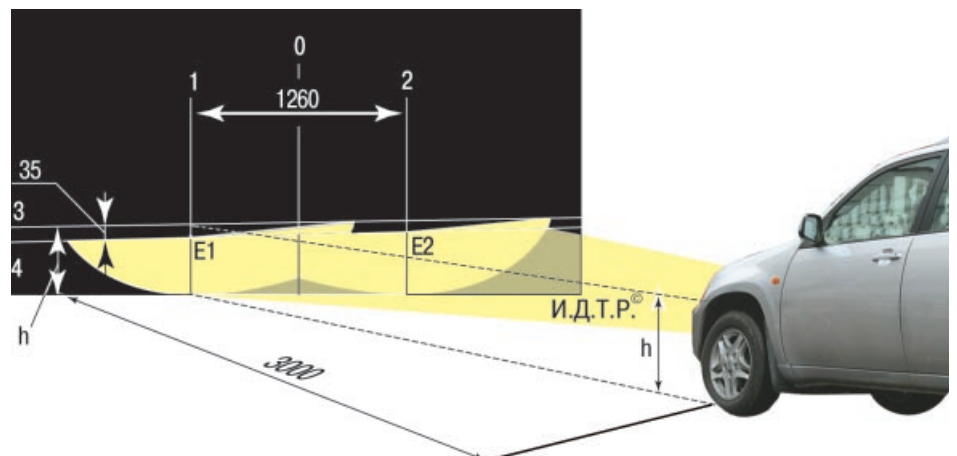

Рис. 4.6. Регулировка света фар
2. Установите автомобиль перпендикулярно гладкой стене (например, в гараже) на расстоянии 3 м. Положите на сиденье водителя дополнительный груз массой 75 кг. Разметьте на стене экран, как показано на рис. 4.6. Продольная плоскость симметрии автомобиля должна проходить по линии **0** на экране. Качните автомобиль сбоку, чтобы самоустановились пружины подвесок.
9. Фары считаются отрегулированными, когда верхние границы левых частей световых пятен совпадают с линией **4** (см. рис. 4.6), а вертикальные линии **1** и **2** проходят через